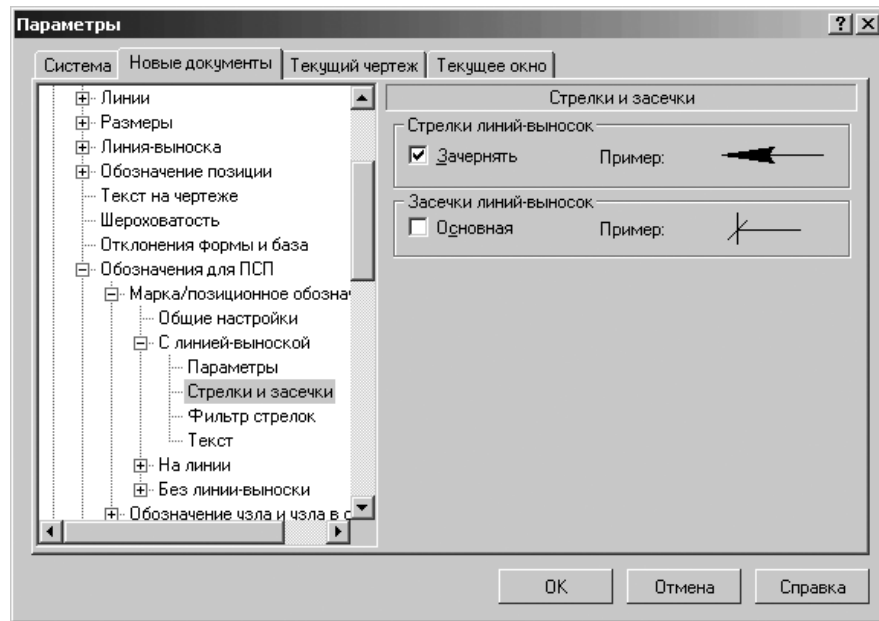

Рис. 10.50. Диалоговое окно **Параметры** с открытой вкладкой **Новые документы** и панелью **Стрелки и засечки**
- щелкните в списке настраиваемых элементов **С линией-выноской** по пункту **Стрелки и засечки**. В правой части появится панель **Стрелки и засечки**, показанная на рис. 10.50;